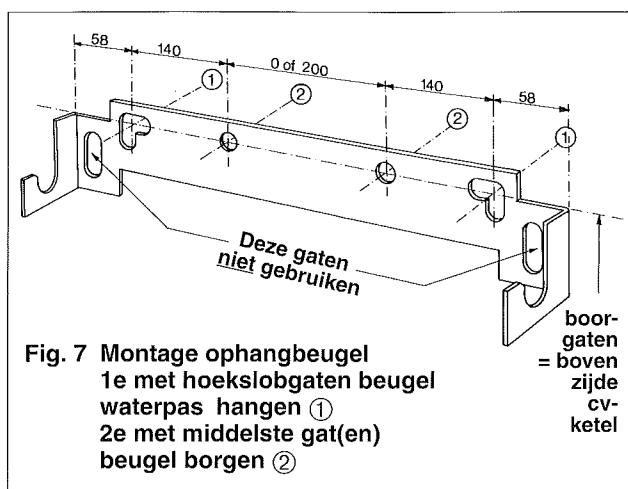

Fig. 7 Montage ophangbeugel 1e met hoekslobgaten beugel waterpas hangen 1 2e met middelste gat(en) beugel borgen 2
1. Monteer de ophangbeugel waterpas tegen de muur (zie maatschetsen fig. 4 blz 4 en fig. 7). Zorg er voor dat aan weerszijden van het toestel minimaal 10 cm vrije ruimte ter beschikking blijft ten behoeve van onderhoud aan het toestel.